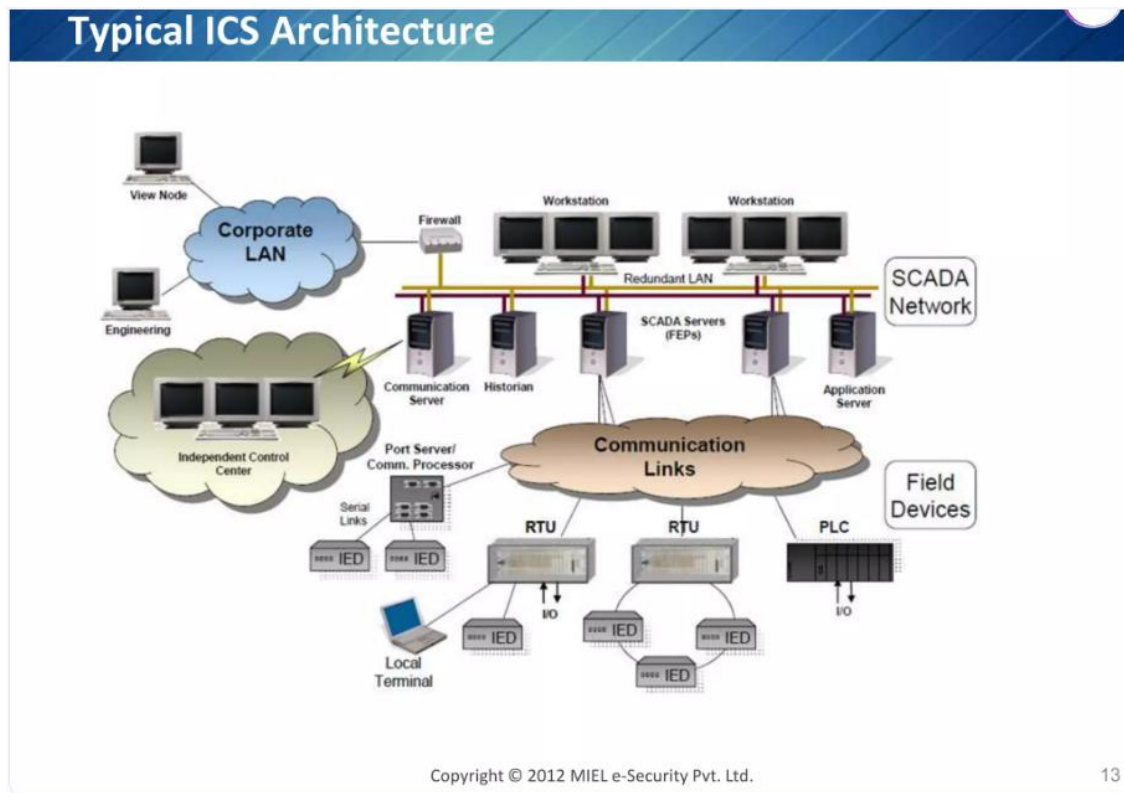

Figura 1 - Arquitetura ICS, consultado de Critical Infrastructure Security by Subodh Belgi
2. Localização na rede: Como se pode ver na *Figura 1*, este sistema está numa posição de "ponte" entre a rede do escritório (Corporate) e os dispositivos industriais. Isso torna-o o alvo perfeito para quem quer passar de uma rede para a outra.